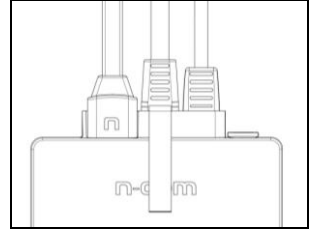

Fig. 30
- Introduire délicatement le connecteur dans son logement jusqu'à ce qu'il soit complètement inséré (Fig. 30).